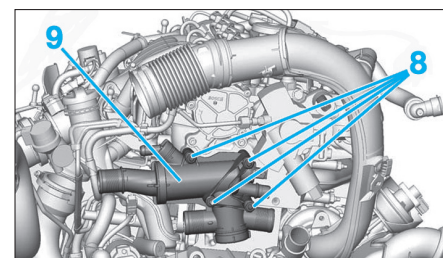

Fig. 28
- les écrous (8) (Fig.28),
- le boîtier de sortie d'eau (9).